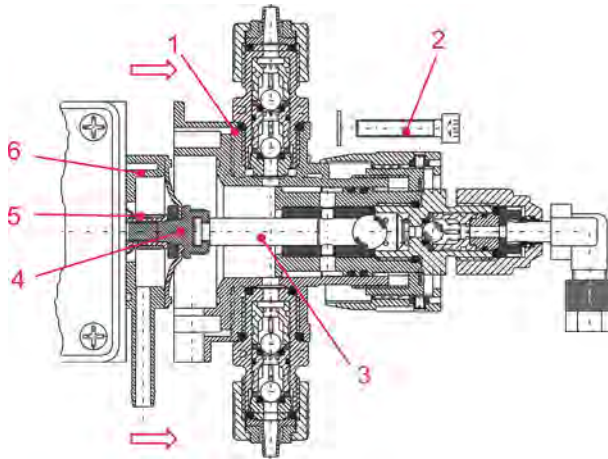

Abb. 86: *Wartung: Austausch der Membrane und des Pumpenkopfes*
6. der Dosierkopfschrauben (☞ Kapitel 11.2 „Austausch der Membrane und des Pumpenkopfes“ auf Seite 109, Abb. 86 (fester Sitz, 3 - 4 Nm).